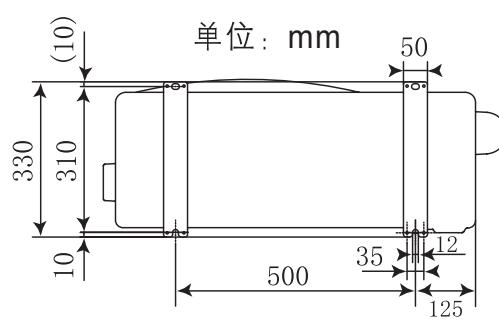

图16
(2) 尽量安装于房屋的东或北方。如装于南或西方是无可避免时，应有遮盖物遮盖。
(3) 最好不要安装在污秽或雨淋的地方。
(4) 尽量靠近室内机组安装。
(5) 室外机外形尺寸及安装固定孔位置见图16。